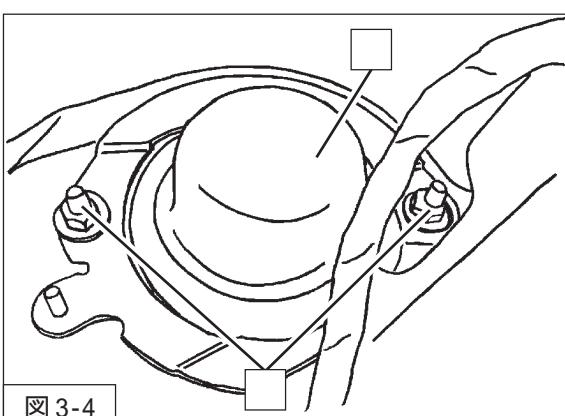

図 3-4
5. ダンバーアッパー取付ナットキャップを取り外してください。(図 3-4)